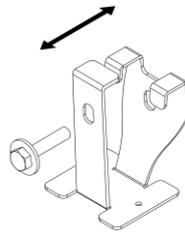

Рисунок 10 – Крепление трос.
5.9.3. Наденьте крепления на трос. При необходимости разведите лепестки крепления (см. рисунок 10).